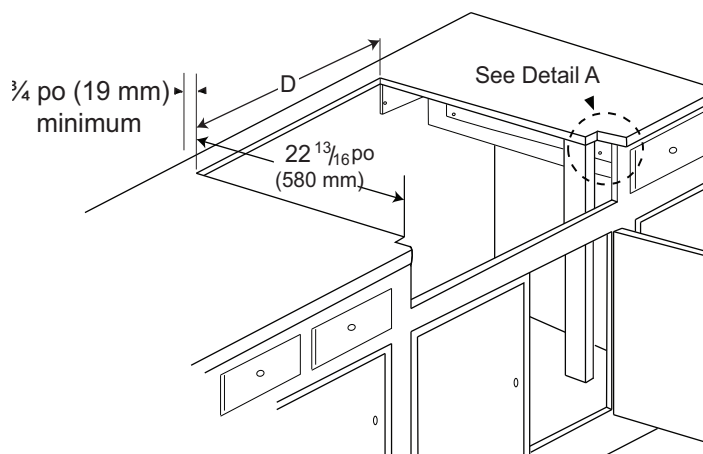
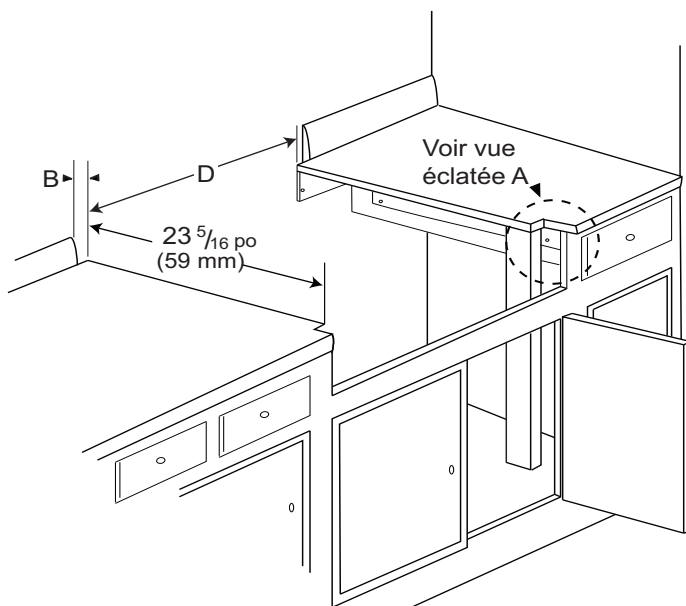

Figure 4 : Installation en îlot (sans rebord de plan de travail)
Figure 3 : Installation murale avec rebord de plan de travail
3. La table de cuisson est conçue pour être accrochée au plan de travail par ses brides latérales. Le plan de travail doit toutefois être suffisamment solide pour porter ce appareil. Il sera éventuellement nécessaire d'ajouter un tasseau de chaque côté (voir *Figure 2*) ou 2x4 montants d'angle (voir *Figure 3* et *Figure 4* et la vue Éclatée A). L'autre possibilité est de construire un plan de support pour y installer la table de cuisson.
4. La table de cuisson peut être installée sur plusieurs positions, avec la partie frontale au même niveau que le plan de travail ou en projection avant, selon la profondeur de ce plan (voir *Figure 6*, vue latérale de la table de cuisson; voir *Figure 3*, *Figure 4*, *Figure 7* et *Figure 8* pour les autres positions de montage).
- Installation murale, voir *Figure 3*.
- Installation en îlot, voir *Figure 4*.
- Si vous avez d'un ou des deux côtés des parois latérales pleines d'armoires, vous devrez encocher le coin avant de l'armoire pour l'adapter à l'encoche du plan de travail et laisser l'espace à la partie frontale de la table de cuisson (voir vue Éclatée A, *Figure 3* et *Figure 4*).